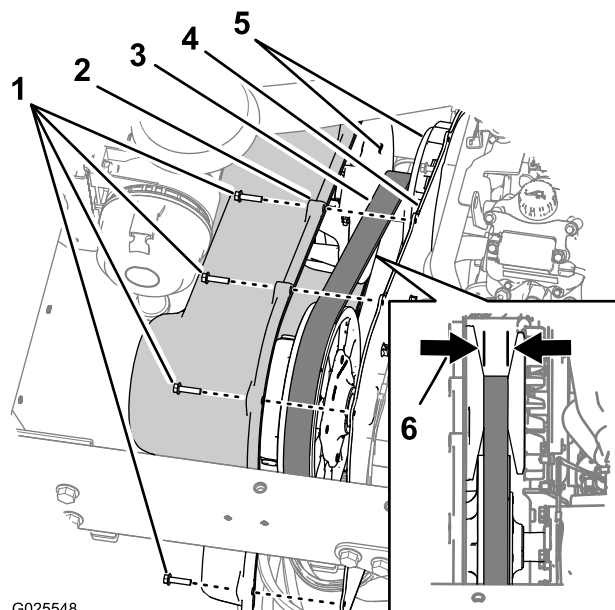

Figura 73
1. Retire los 9 pernos de cabeza hexagonal con arandela prensada (1/4 x 1 pulgada) que sujetan la cubierta de la transmisión a la placa de montaje de la transmisión (Figura 73).
2. Mueva la cubierta hacia adelante hasta que pueda ver la correa de transmisión (Figura 73).
3. Inspeccione las caras cónicas del embrague primario en busca de señales de daños (Figura 73).
4. Compruebe la correa de transmisión en busca de dientes dañados o ausentes (Figura 73).
5. Mida y anote la anchura de la correa (Figura 73).
Nota: Si la anchura de la correa es de 29,5 mm o menos, cambie la correa (Figura 73).
6. Alinee los taladros de la cubierta de la transmisión con los taladros de la placa de montaje (Figura 73).
- Sujete la cubierta a la placa de montaje (Figura 73) con los 9 pernos de cabeza hexagonal (1/4 x 1 pulgada) que retiró en el paso 1, y apriete los pernos a 10,2–12,4 N m.